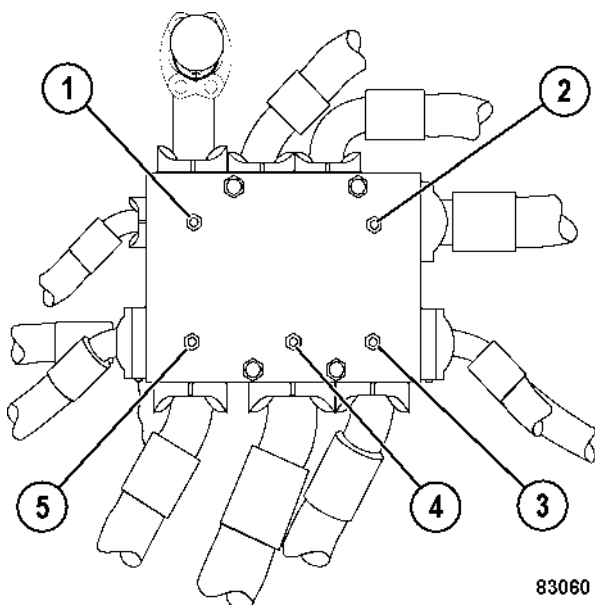

FIGURA 10-3. MANIFOLD ENFRIAMIENTO DE FRENO
- Puerto de prueba de presión (1, figura 10-3) para el freno trasero, circuitos de enfriamiento - 3 450 kPa (500 psi).